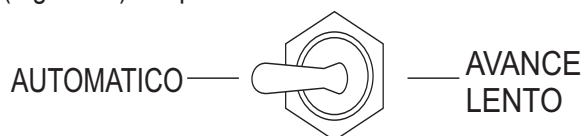

Figura 20. Interruptor del control del cilindro de tiempo (Automático)
2. Gire el **interruptor del control del cilindro de tiempo** (Figura 20) a la posición **AUTOMATICO**.